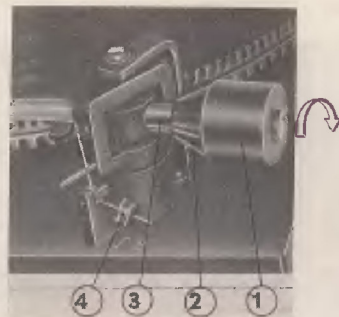

Рис. 3. Регулировка нажима иглы и силы антискатинга
Диск ЭПУ 2 (рис. 1) и противовес 1 (рис. 3) в транспортном положении упакованы отдельно от панели ЭПУ. Если ЭПУ смонтировано в радиоаппаратуру, отвинтите два винта, крепящие ЭПУ в транспортном положении.
- навернуть противовес 1 (рис. 3) на тонарм,
- вращая противовес 1 (рис. 3) на стрелке тонарма 3 (рис. 3) приведите тонарм к равновесию в вертикальной плоскости,
- придерживая противовес 1 (рис. 3) правой рукой, вращением кольца 2 (рис. 3) совместить красную черточку с прорезью на стрелке тонарма,
На кольцо 2 (рис. 3) нанесена шкала из 8 делений. Поворот противовеса на одно деление шкалы (1/8 оборота) изменяет нажим иглы до величины 0,25 Г.
Поворот противовеса направо согласно направления стрелки (рис. 3) увеличивает, а налево уменьшает нажим иглы на грампластинку. Это дает возможность точного установления силы нажима для других типов головок звукоснимателей. Регулировка компенсатора скатывающей силы.
Величина силы антискатинга зависит от величины нажима иглы на грампластинку и устанавливается передвижением груза 4 (рис. 3) по стержню (шкала проградуированная в Г нанесена на панели ЭПУ под рычагом антискатинга).